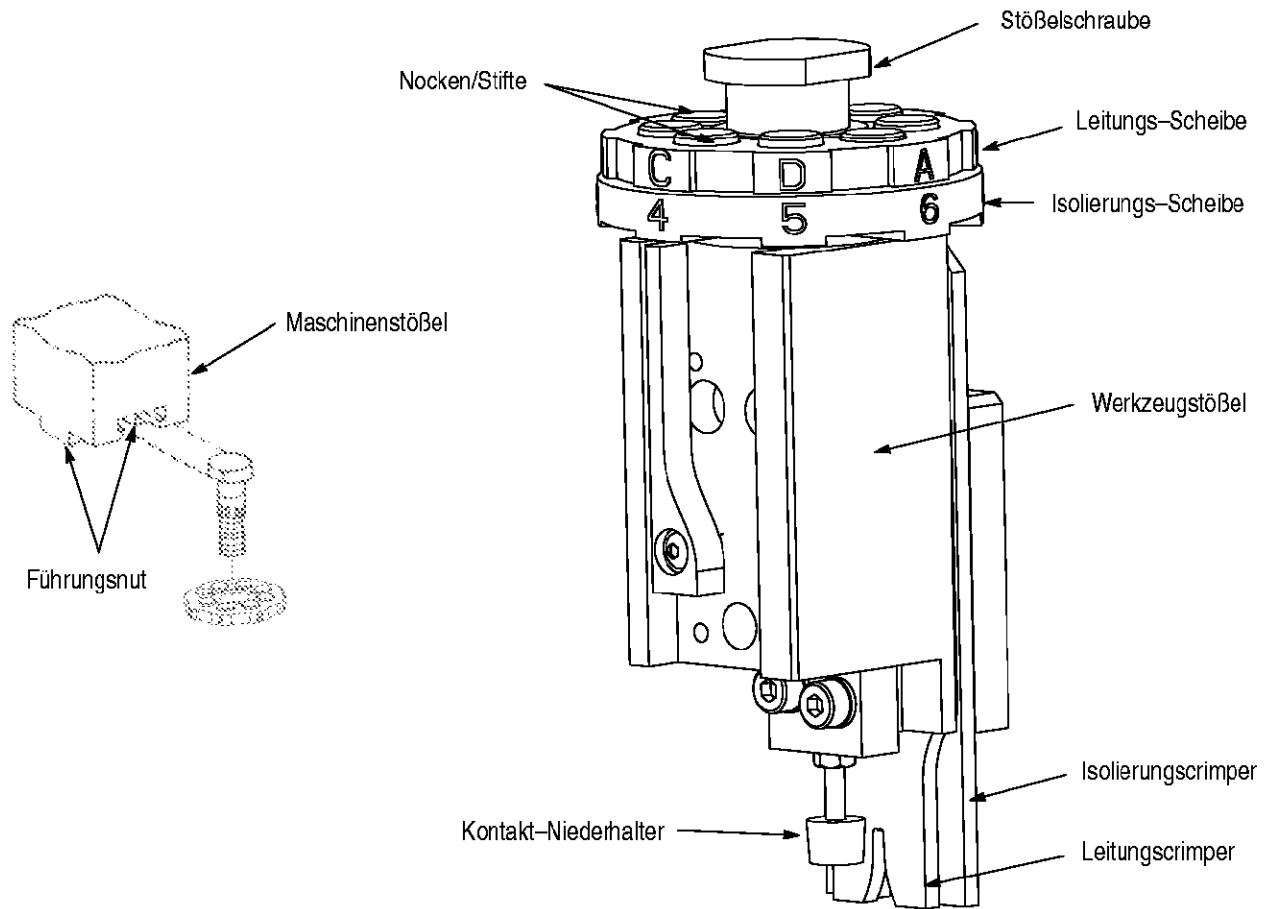

Abbildung 3
Die Hauptbauelemente sind in den Abbildungen 1 und 2 zu sehen. Der Werkzeugstößel ist in Abbildung 3 dargestellt.
unterschiedlich hoch. Durch Drehen der Scheibe läßt sich die Crimphöhe ändern (siehe Abb. 3). Unter der Isolierungscrimpscheibe befinden sich acht unterschiedlich hohe Nocken. Beim Drehen der Scheibe richten diese Nocken den Isolierungscrimper neu aus. Dadurch ändert sich beim Crimpvorgang die Höhe des Isolierungscrimps.
2. Drehen Sie den entsprechenden Buchstaben an der Leitungsscheibe nach vorn. Die Scheibe rastet nach jedem Buchstaben spürbar ein. Siehe Abbildung 3.